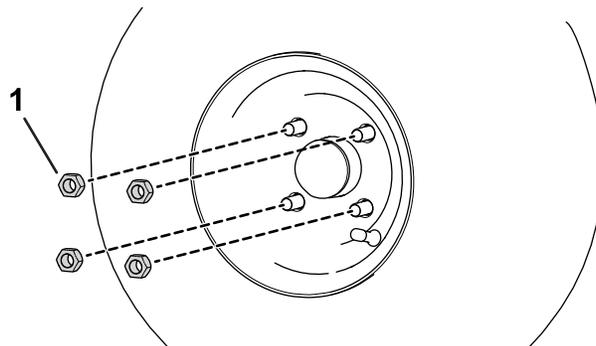

Bild 8
1. Verwenden Sie die zuvor entfernten Radmuttern, um das Rad an der Nabe zu befestigen (Bild 8).